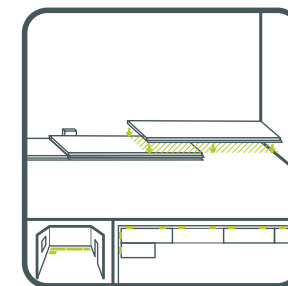

рис. 5
- › положить поверх второй планки третью планку. Помнить о зазоре между стеной и планкой 10 мм (см. рис. 5).